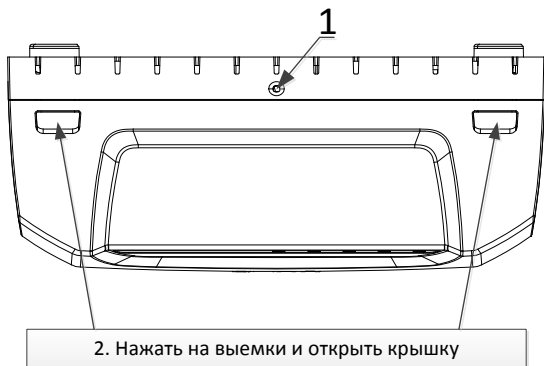

Рис. 1. Вид сверху
- б) нажать на выемки на верхней стороне корпуса РИП и открыть крышку (рис. 1).